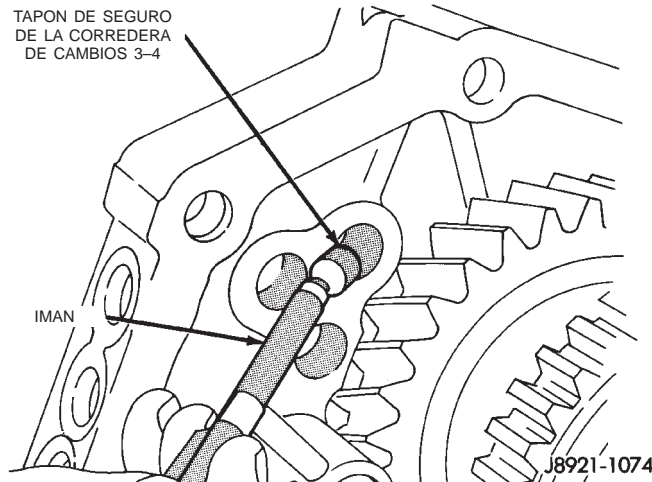

Fig. 72 Desmontaje del tapón de seguro de la corredera de cambios 3-4
(24) Retire el tapón de seguro de la corredera de cambios de 3-4 de la placa intermedia con un imán pequeño (Fig. 72).